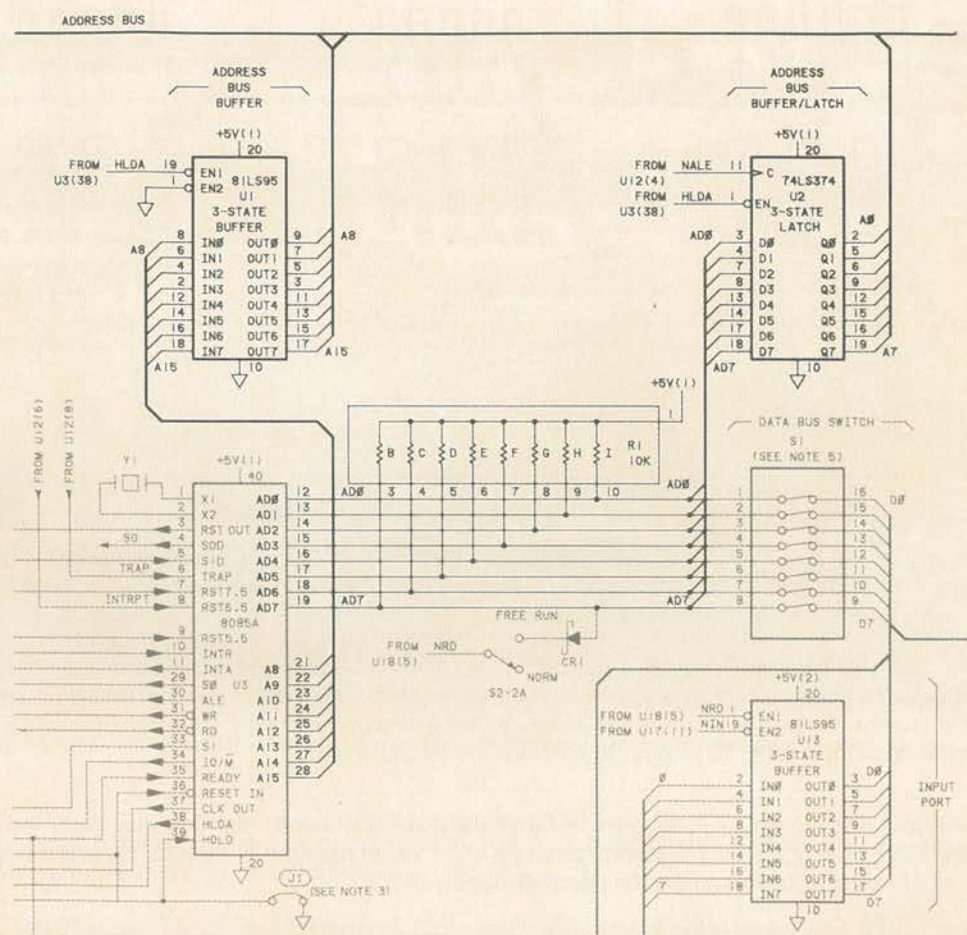

Figura 17-6. Circuito di pilotaggio e demultiplex degli indirizzi
- E) Riferendovi alla Figura 17-6 e alla Tabella C-1, riportata in Appendice C, rilevate le firme sulle linee da A0 ad A15 del bus degli indirizzi e verificate che questi valori siano in accordo con quelli riportati nella tabella. Questo vi permette di stabilire che il microprocessore, il buffer (IC1) degli indirizzi, e il latch degli indirizzi (IC2) stanno operando in modo corretto.